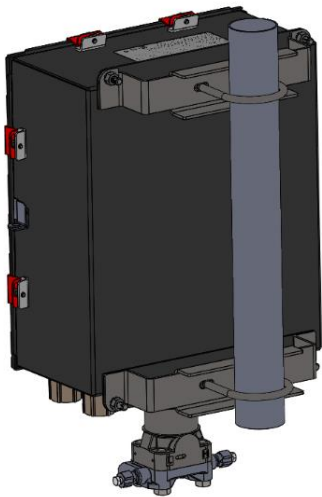

图7. 管道安装座上的FB2200（铝质外壳）
2. FB2200 安装在二英寸管道或立柱上（见图7），也可利用机箱上的四个孔和适当的连接件进行墙壁或面板安装。